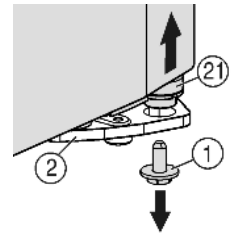
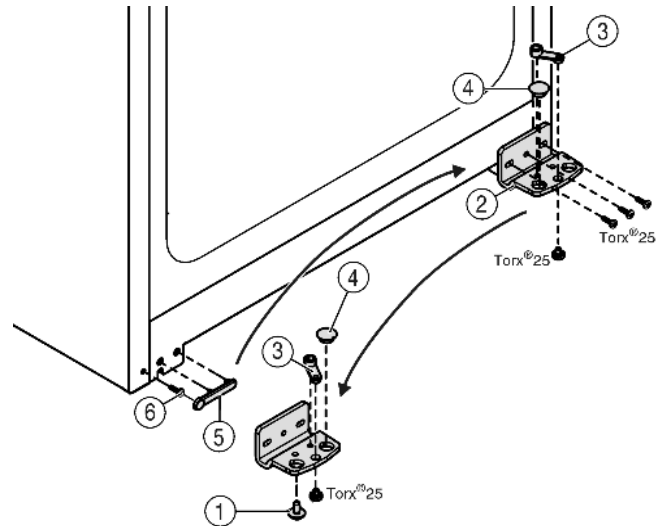

Fig. 5
Fig. 6
- ▶ Kierrä alhaalla oikealla olevan laakerinkannattimen varmistusruuvi Fig. 5 (1) irti.
- ▶ Laakeritappi Fig. 5 (21) irtoaa laakerinkannattimesta Fig. 6 (2).
- ▶ Jos laakeritappi Fig. 5 (21) ei irtoa, paina tappi ulos alapuolelta.
- ▶ Laakerinkannatin Fig. 6 (2) ruuvataan irti.
- ▶ Saranaosa Fig. 6 (3) ruuvataan irti ja asetetaan vastakkaisella puolella laakerinkannattimen reikään sekä ruuvataan taas kiinni.
- ▶ Ota tulppa Fig. 6 (4) pois laakerinkannattimesta ja vaihda se vastakkaisella puolella olevaan laakerinkannattimen reikään.
- ▶ Irrota kädensijan puoleinen suojuus Fig. 6 (5) varovasti.
- ▶ Kierrä ruuvi Fig. 6 (6) irti ja kiinnitä se uudelleen vastakkaiselle puolelle.
- ▶ Aseta suojuus Fig. 6 (5) taas paikalleen.
- ▶ Ruuvaa uudella saranapuolella oleva laakerinkannatin Fig. 6 (2) kiinni (4 Nm:n) tarvittaessa akkuruuvinväännintä apuna käyttäen.
- ▶ Ruuvaa varmistinruuvi Fig. 5 (1) alhaalta laakeritappiin kiinni ja kiristä (4 Nm:n tiukkuuteen).